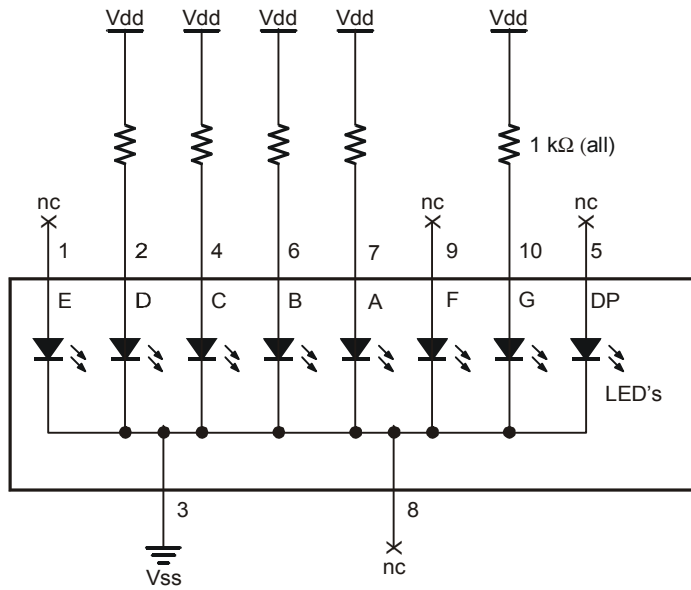
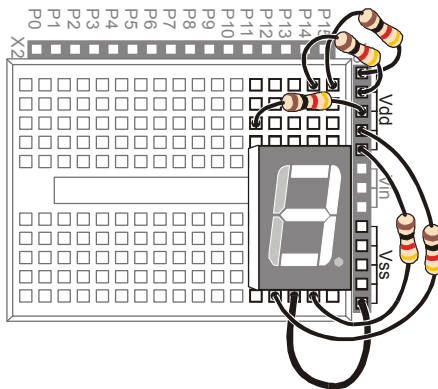

Figura 6-8
Figura 6-9
Le Figura 6-8 e Figura 6-9 mostrano la cifra '3' cablata nel display LED a 7-segmenti.
Schema di cablaggio della Figura 6-8
- √ Costruite e collaudate il circuito mostrato nelle Figura 6-8 e Figura 6-9, e verificate che venga visualizzato il numero TRE.